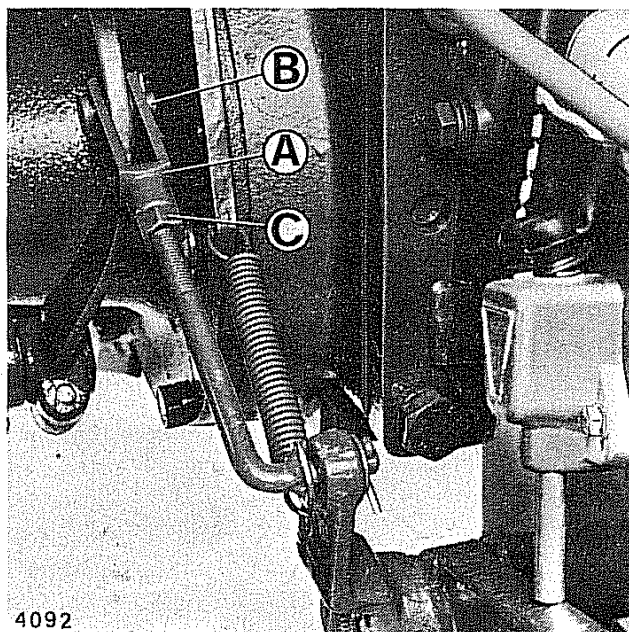

Fig. 30 - Registrazione freni di servizio
- staccare la forcella **A** (fig. 30) dalla leva, sfilando il perno **B**.